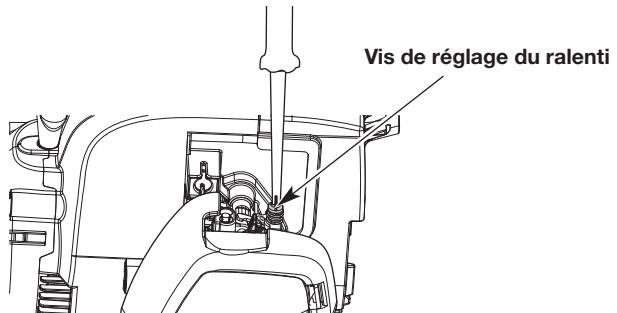

Fig. 18
- Relâchez la manette des gaz et laissez le moteur tourner au ralenti. Si le moteur s'arrête, insérez un petit tournevis à pointe cruciforme pour tourner la vis du ralenti dans le sens horaire, de 1/8 de tour à la fois (comme nécessaire) jusqu'à ce que le moteur tourne au ralenti (Fig. 18).
- Si le ralenti du moteur est trop rapide, tournez la vis de réglage du ralenti dans le sens horaire inverse, de 1/8 de tour à la fois (comme nécessaire) pour réduire le régime du ralenti (Fig. 18).